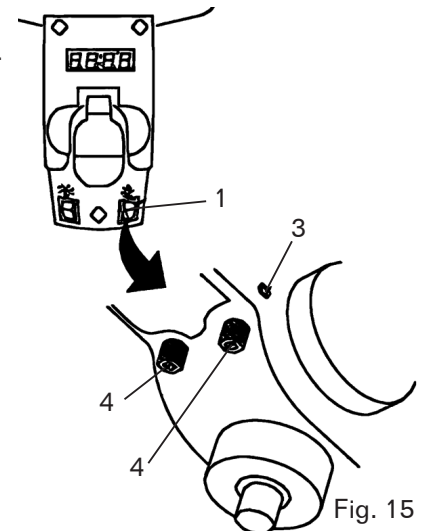

Fig. 15
3. Coloque una escuadra combinada (Fig. 15 - 5) (no incluida) sobre la mesa como se muestra, colocando el borde recto largo de la escuadra combinada contra la broca. Asegúrese de que la broca esté paralela/alineada exactamente con el borde recto del cuadrado.
## AJUSTE DEL LÁSER (FIG. 15 Y 16)
2. Gire el interruptor del láser (Fig. 15 - 1) a la posición ON.
- a. Con la llave hexagonal de 3 mm incluida, gire los tornillos de ajuste del láser (Fig. 15 - 3) en sentido contrario a las agujas del reloj. Hay uno de cada lado de la cabeza.
- b. Gire la carcasa de la luz láser (Fig. 15 - 4) hasta que las dos líneas láser se crucen donde el taladro se encuentra con la pieza de trabajo.
5. Vuelva a apretar los tornillos de ajuste (Fig. 15 - 3).